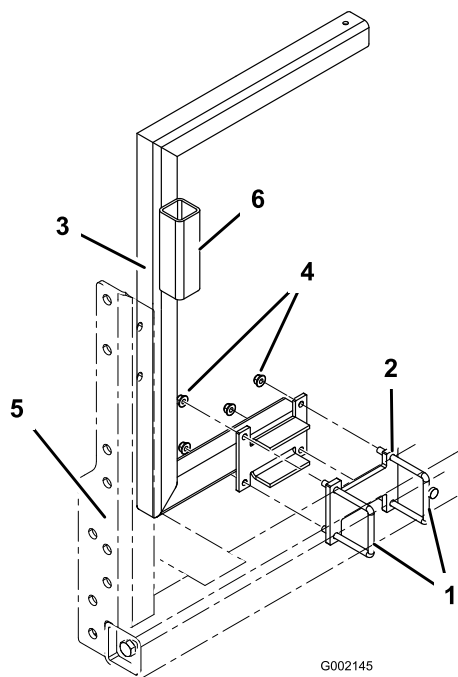

Figure 3
2. Posez le support droit du dévidoir (support avec tube de support du pistolet pulvérisateur) sur le cadre du véhicule sur les 2 étriers filetés et l'entretoise mis en place précédemment (Figure 3). Fixez les cadres avec 4 écrous à embase (3/8"). Le support doit entourer l'arrière de la cuve.